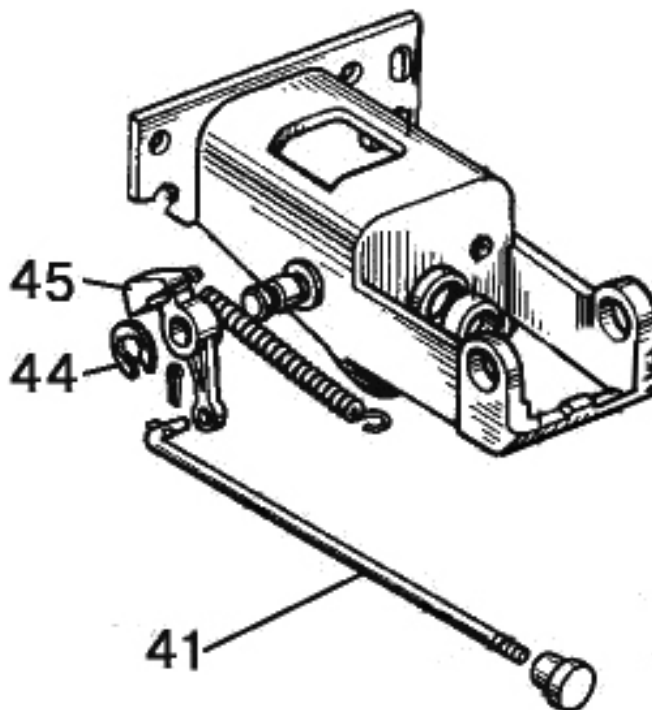

Рисунок 6.8
- 13) расшплинтуйте и отверните ключом $S = 27$ мм гайки (38) с обеих сторон кронштейна (1), а затем извлеките винты (40);
- 14) снимите трубу (13), выполненную заодно с вилкой (12) и сектором (35);
15) расшплинтуйте и отсоедините тягу (41), (**рисунок 6.8**), от фиксатора (45);